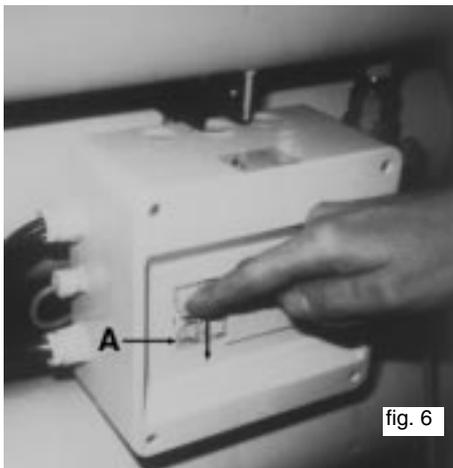
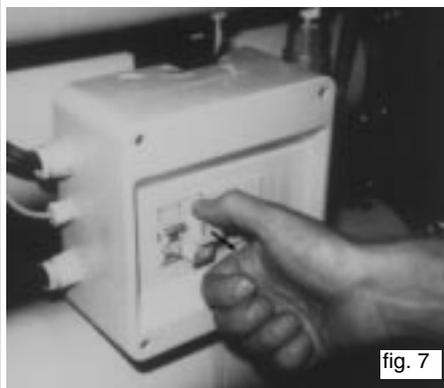

fig. 6
fig. 7
Sostituzione del fusibile del quadro elettrico del modulo: porre l'interruttore del quadro elettrico generale e del modulo (fig. 6) in posizione O (OFF), verificare ed eventualmente sostituire il fusibile generale posto nel quadro stesso (fig. 7 e 8).
- montare il diaframma interno (part. C, fig. 6) e sostituire l'iniettore per METANO con quello per GPL (part. B).